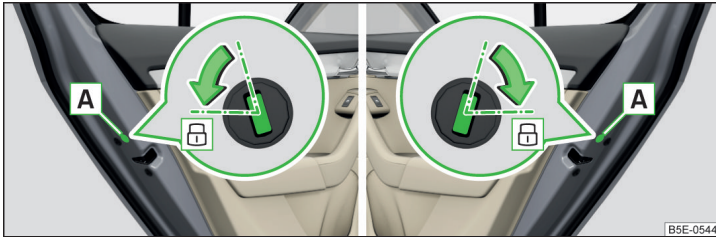

Abb. 222 Notverriegelung: Tür hinten links/rechts
- Die entsprechende Hintertür öffnen und die Blende **A** entfernen » Abb. 222.